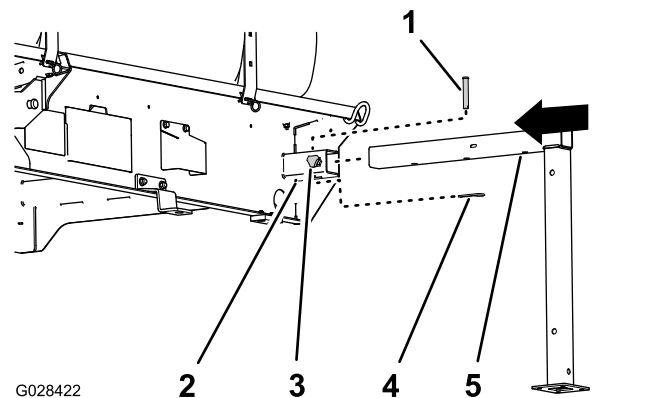

Figura 135
1. Alinhe o macaco frontal com o recetor do macaco na frente do depósito (Figura 135).
2. Insira o macaco frontal com o recetor até que o furo do meio no tubo horizontal do macaco esteja alinhado com o furo na parte superior do recetor (Figura 135).
- Enrosque bem à mão um manípulo de bloqueio no recetor (Figura 135).